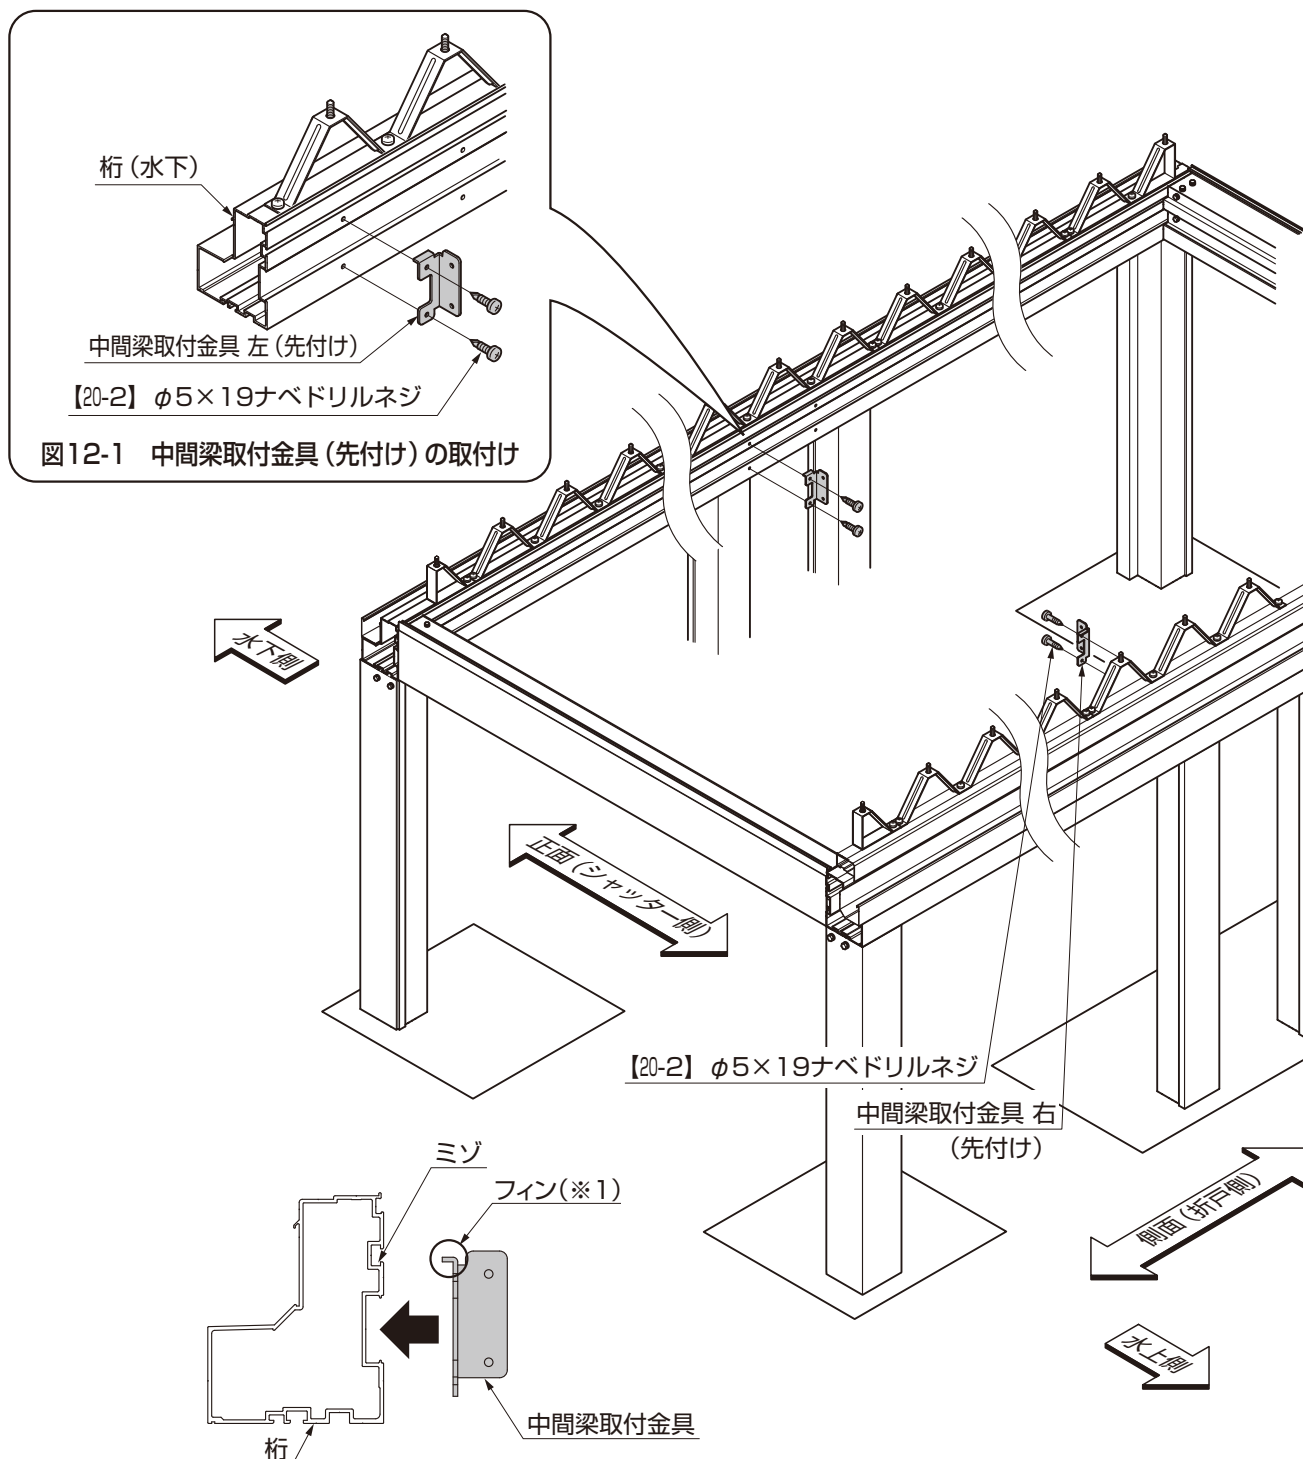

図12-2 中間梁取付金具の取付け位置
- 中間梁取付金具のフィン(※1)が、桁のミゾに入るように取付けてください。(図12-2参照)